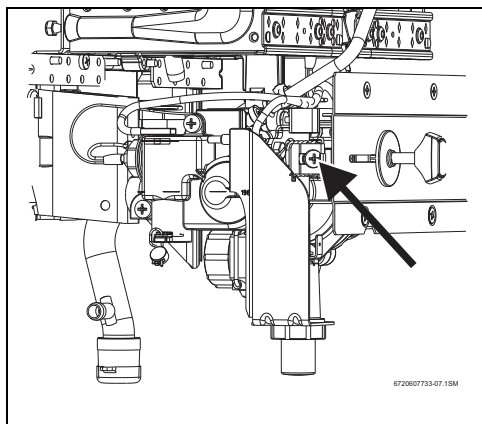

Рис. 13 Вент регулировки мин. расхода газа
- ▶ При помощи регулировочного винта (рис. 13) отрегулировать давление по таблице 7.